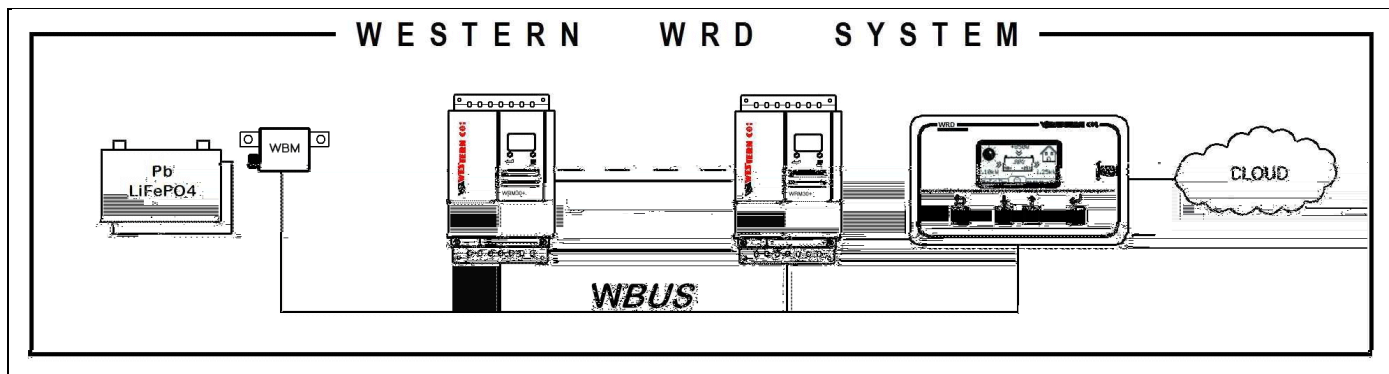

Fig. 3 Schema esemplificativo del WESTERN WRD SYSTEM
- 2) **Attesa (~30 sec.)** fino a che sul display scompaia l'animazione dentro l'icona di batteria (*fig. 3 - indicatore corrente di ricarica*)